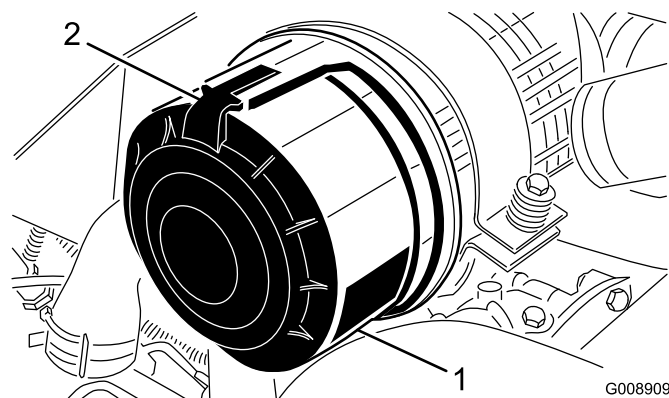

図 59
1. エア・クリーナのカバーをボディーに固定しているラッチを外す(図 59)。